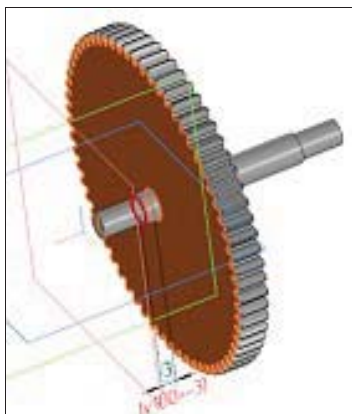

Рис. 25.21. Создание сопряжения
- ◆ для задания расположения торца зубчатого колеса от торца оси вызовите команду  — **На расстоянии** из группы **Выбор сопряжения**. В окне модели указываете торцевую поверхность вала и поверхность колеса (рис. 25.21) на панели **Параметры** в окне **Расстояние** вводите расстояние 3. Нажимаете клавишу <Enter> для фиксации компонента;